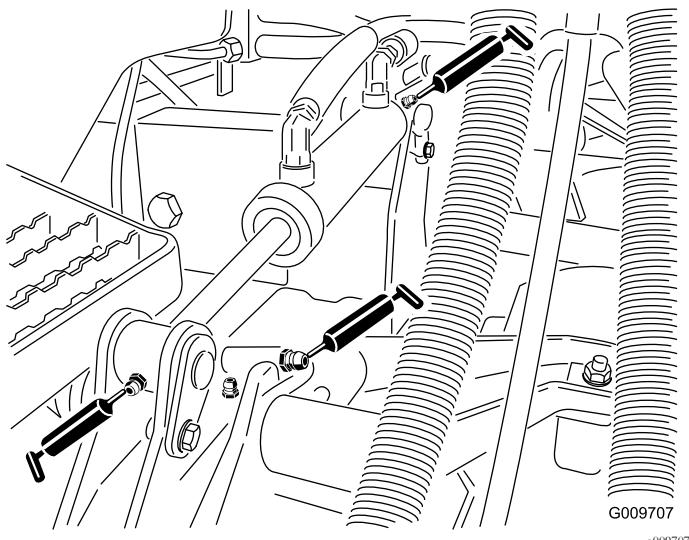

Figura 35
- Casquilhos do braço de elevação (1 por plataforma), como se mostra na Figura 35
- Casquilhos do cilindro de elevação (2 por plataforma), como se mostra na Figura 35